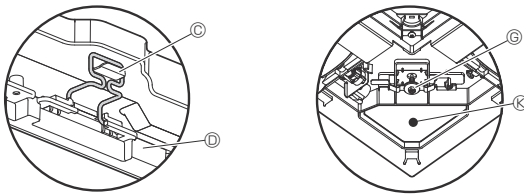

Fig. 9-7
- После затяжки винта убедитесь, что два крючка решетки (Fig. 9-7) зафиксированы на крючках на основном блоке.